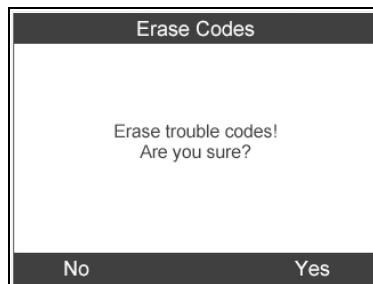

Abbildung 6.6
- 2) Es wird ein Bestätigungsbildschirm angezeigt. Drücken Sie zum Fortfahren die **FUNKTIONSTASTE Ja**, anderenfalls drücken Sie **NEIN** zum Beenden. (Abbildung 6.6)